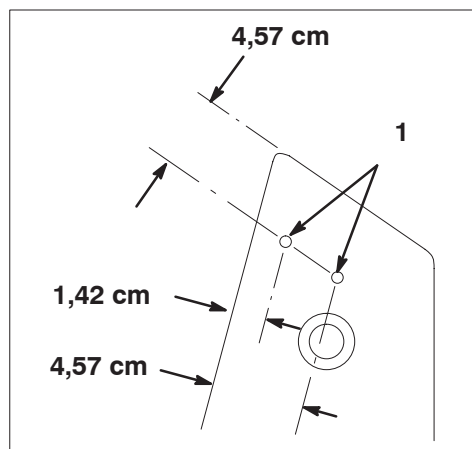

Bild 3
1. Messen Sie von den Rahmenrändern nach innen (siehe Bild 3) und markieren die Positionen der Löcher für die Befestigung des Scheibenbügels.